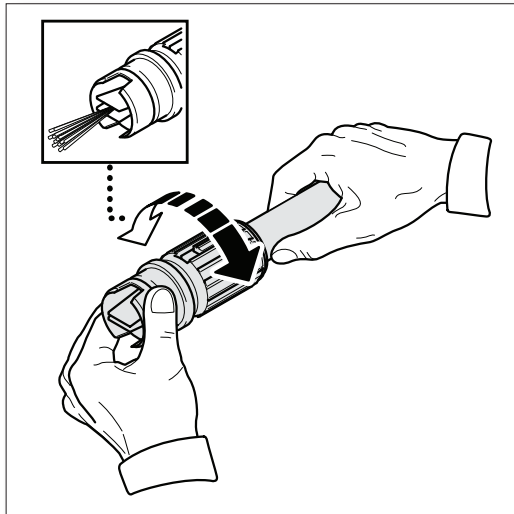

Fig. 22
- La lanza ajustable. Gire la boquilla de la lanza de la ajustable pequeño arroyo resolver lo que abre las aspas del ventilador. **(Fig. 22).**